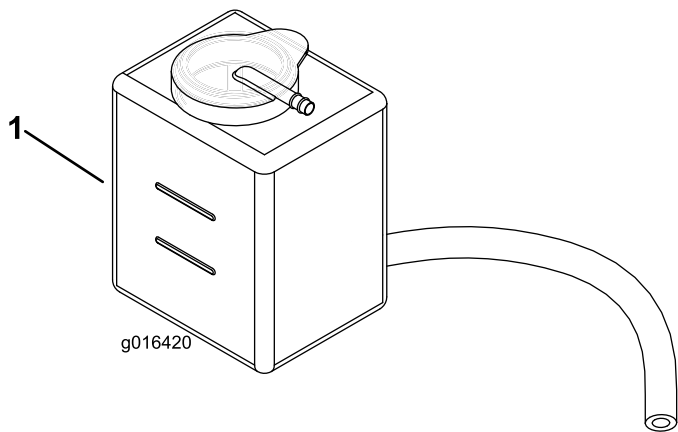

図 25
- 冷却液の量を点検する図 25。エンジンが冷えている状態で、補助タンク側面についている2本のマークの間であれば適正である。